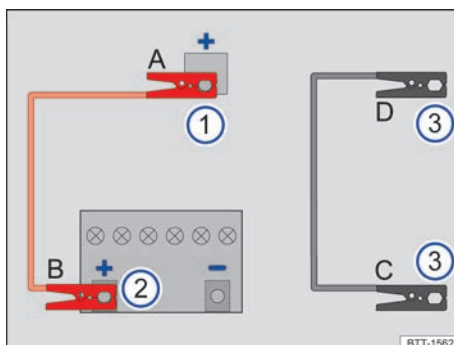

Fig. 172 Esquema para la conexión de los cables de arranque. ▶
Leyenda de la **fig. 172**:
Los cables de arranque solo se deberán conectar siguiendo el orden **A – B – C – D** → **fig. 172**.
- Conecte un extremo del cable de arranque *rojo* al polo positivo (+) de la batería de 12 voltios del vehículo que la tiene descargada → **fig. 172** ① → ▲.
- Conecte el otro extremo del cable de arranque *rojo* al polo positivo (+) del vehículo que suministra la corriente → **fig. 172** ②.
- Conecte un extremo del cable de arranque *negro* → **fig. 172** ③ preferentemente a una toma para la ayuda de arranque (terminal de masa) del vehículo que suministra la corriente; de lo
- Conecte el otro extremo del cable de arranque *negro* → **fig. 172** ③ preferentemente a la toma para la ayuda de arranque (terminal de masa) del vehículo con la batería de 12 voltios descargada; de lo contrario, al bloque motor o a una pieza maciza de metal atornillada fijamente al bloque motor de este vehículo → ▲.
- Desconecte los cables de arranque únicamente en el orden **D – C – B – A** → **fig. 172** con los motores en marcha.